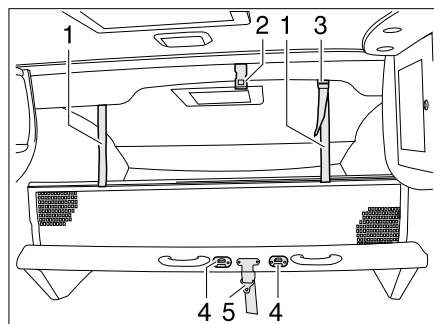

Fig. 157 Lit escamotable manuel
- Verrouiller le lit escamotable au plafond (Fig. 157,2) avec la sangle de sécurité (Fig. 157,5).
- L'échelle de montée doit être accrochée par les deux étriers aux crampillons (Fig. 157,4) se trouvant sur le lit escamotable.
- Faire s'enclencher les sangles de retenue (Fig. 157,1) dans les œillets du plafond (Fig. 157,2).